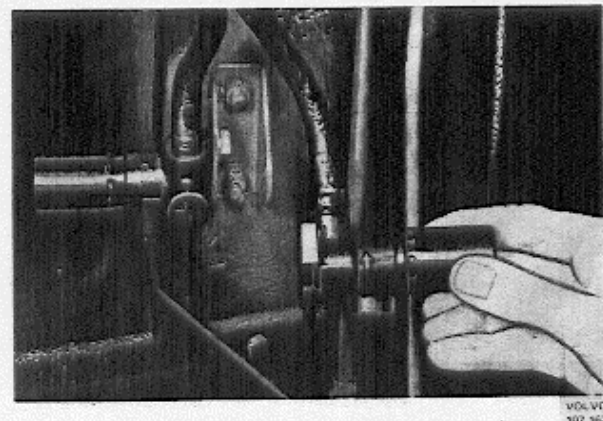

Abb. 5-3 Ausbau des Bremskraftreglers
Befestigungsschrauben (4) lösen und dann den Bremskraftregler vom Bremsschlauch abschrauben, siehe Abb. 5-3.
Neuen Bremskraftregler auf den Bremsschlauch schrauben, vgl. Abb. 5-3. Die Dichtung ist dabei zu erneuern. Den Bremskraftregler an seiner Einbaustelle anbringen und überprüfen, daß der Bremsschlauch keine Vorspannung aufweist. Befestigungsschrauben einziehen und die Bremsrohrleitung am Regler anschließen. Anschlüsse festziehen. Bremsanlage entlüften.